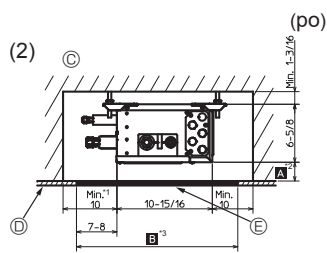
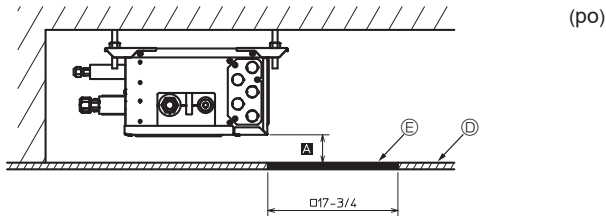

Fig. 4-8
Fig. 4-9
(2) Vue de profil (Fig. 4-8, Fig. 4-9)
Si la valeur est de "17-3/4 po (450 mm)", préparez un orifice d'entretien du côté de la carte de circuit intégré (comme illustré à la Fig. 4-9) et la distance Ⓐ doit correspondre à "11-13/16 po (300 mm) minimum".